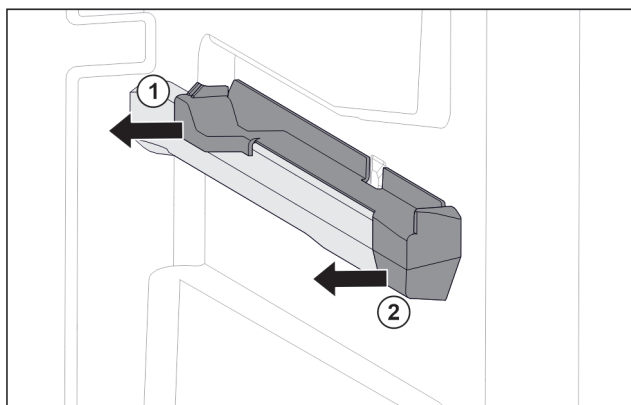

Fig. 146 Elemento inseribile sulla nervatura destra del contenitore
- ▶ Estrarre l'elemento inseribile dal lato posteriore di lato. Fig. 146 (1)
- ▶ Estrarre l'elemento inseribile dal lato anteriore di lato. Fig. 146 (2)